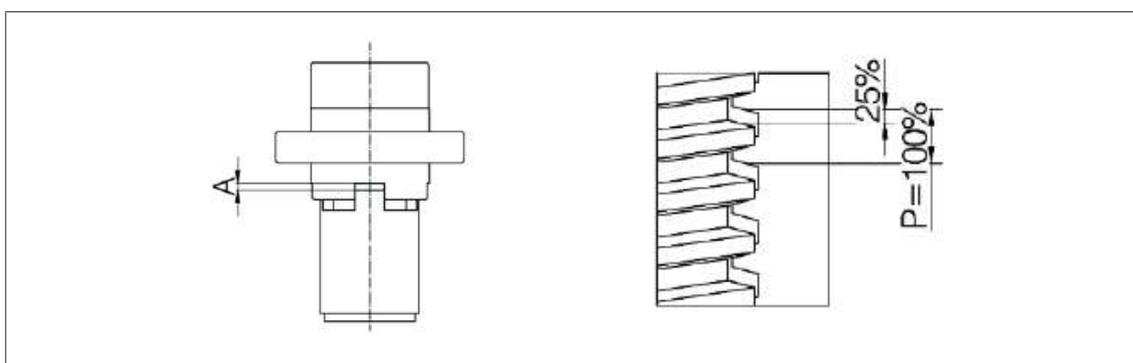

Fig. 20: Porca de segurança SIFA: Dimensão „A“ para comparação durante o teste de desgaste
4. Se estiver montada uma porca de segurança SIFA, Medir a medida „A“ e anotá-la (ver Fig. 20). Esta medida no estado original, serve de comparação durante a operação posterior e é necessária para poder avaliar o desgaste mais tarde (ver capítulo 7.1.1., página 25)
- 3. Se estiver montada uma porca de segurança SIFA: verificar o desgaste como indicado na Fig. 20.